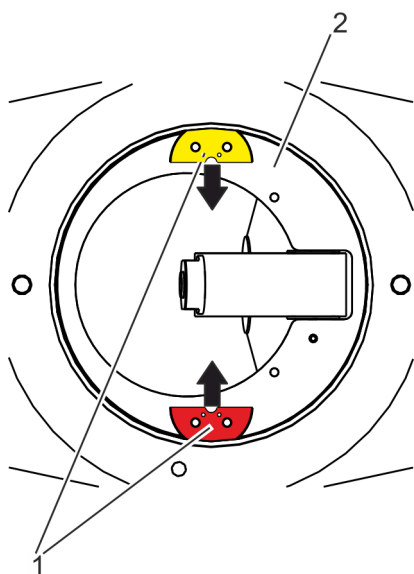

Fig. 19: Retrait des rondelles de retenue
3. ➤ Pousser les rondelles de retenue (Fig. 19/1) vers l'intérieur et les retirer du carter.
⇒ La bague de support (Fig. 19/2) n'est plus serrée dans le carter.